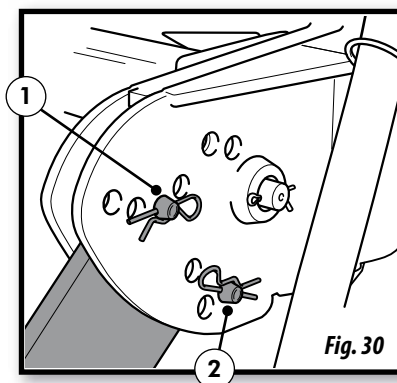

Fig. 30
a. Mediante el bulón superior (nº 1, fig. 30) controlaremos la profundidad de siembra de la última hilera de brazos del equipo y consecuentemente mayor o menor presión sobre el suelo.
b. Con el bulón inferior (nº 2, fig. 30) controlaremos le penetración del rodillo en el suelo y además podremos fijarlo para el transporte.
EN SIEMBRA DIRECTA ES ACONSEJABLE FIJAR EL RODILLO CON EL BULÓN (nº 1, fig.30) YA QUE PERMITE CONTROLAR LA PROFUNDIDAD DE SIEMBRA DE LA ÚLTIMA HILERA DE BRAZOS DEL EQUIPO Y EN CONSECUENCIA NIVELARLOS CON LAS PRIMERAS HILERAS. ES RECOMEDABLE HACER UNA PRUEVA ANTES DE EMPEZAR A SEMBRAR.